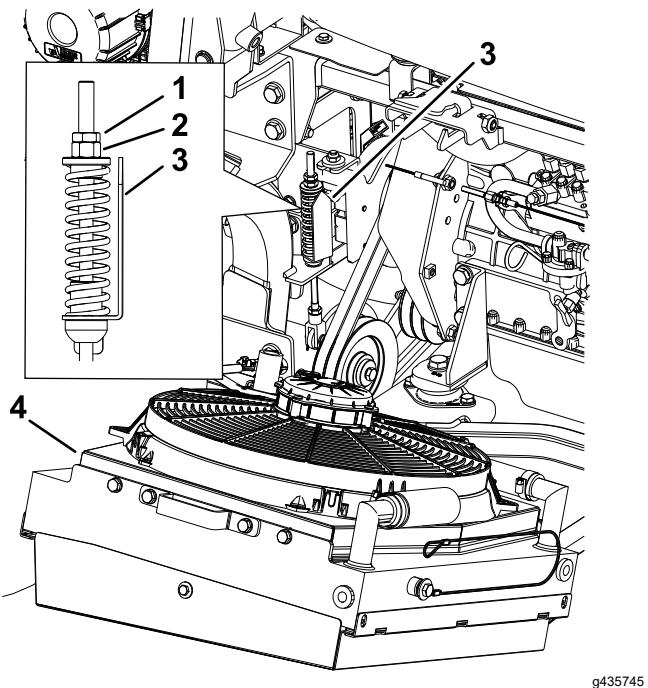

Figura 78
5. Se necessario, ruotate il dado del tensionatore della puleggia di rinvio fino a quando la freccia dell'indicatore della tensione è allineata con la superficie esterna della rondella (Figura 78).
8. Spostate in alto la puleggia di rinvio e togliete le cinghie dalla macchina (Figura 78).
6. Rimuovete i 3 bulloni e i 3 dadi che fissano la staffa della frizione al telaio e alla frizione (Figura 78).
1. Allineate le cinghie della PDF sulle pulegge (Figura 78).